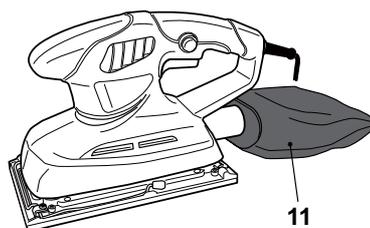

Fig. 10
- > Tournez le raccord dans le sens des aiguilles d'une montre pour fixer le sac à poussière (11) dans sa position (Fig. 10).
- > Tournez le raccord dans le sens contraire des aiguilles d'une montre pour retirer le sac à poussière (11).